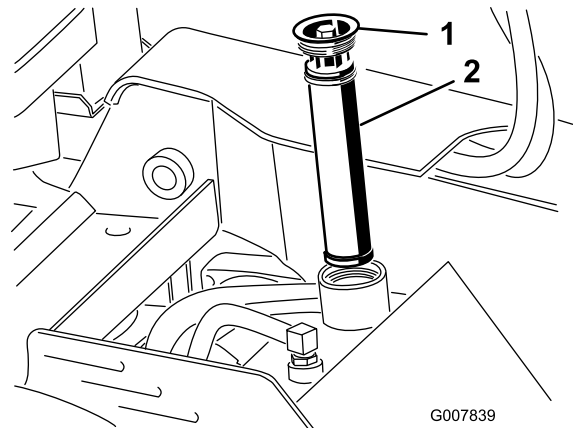

Figura 58
5. Togliete il filtro dell'olio e gettatelo (Figura 58).
6. Inserite il filtro idraulico di ricambio e il tappo di riempimento (Figura 58) e serrate il bullone della parte superiore a 13–15,5 Nm.
6. Togliete il tappo del serbatoio idraulico e il filtro (Figura 58).
12. Inserite il filtro idraulico e il tappo di riempimento (Figura 58) e serrate il bullone della parte superiore a 13–15,5 Nm.